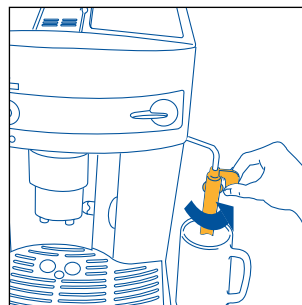
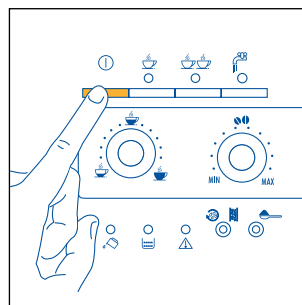
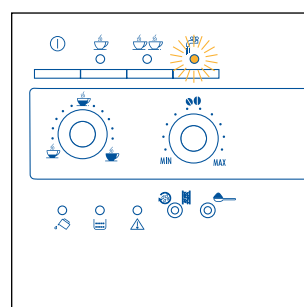

Fig. 3
Fig. 4
Fig.22
2. Dreii cappuccinomaskinen utover og plasser en kopp under den (fig. 3) og slå på maskinen ved å trykke på tasten ① (fig. 4).
- Vri cappuccinomaskinen mot ytersiden av maskinen (fig. 3).
- Plasser en beholder under cappuccinomaskinen (fig. 3).
- Plasser en tom beholder under cappuccinolageren (fig. 3). Vri damphåndtaket en halv runde mot venstre helt til den stopper opp (varsellampen vil blinke, fig. 22). La vann blandet med damp strømme ut noen sekunder til kun damp kommer ut.